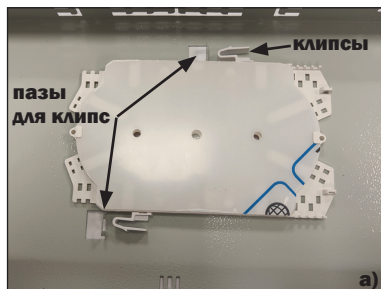

Рисунок 5
2.3.1 Расположить кассету в кроссе согласно рисунка 5 «а», чтобы выпирающие две части кассеты попали в вырезанные пазы на нижней части кросса (рисунок 5 «б» - обратная сторона кросса). Затем аккуратно подвинуть кассету в сторону пазов (рисунок 1, позиция 6) до щелчков обоих клипс. На рисунке 6 показана установленная кассета в кроссе.